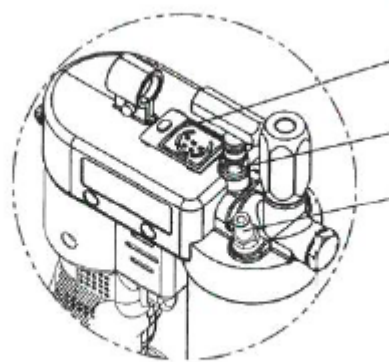

Fig. 4
1. Sätt påfyllningsnippeln i påfyllningspumpens utgång. Aktivera pumpen för att fylla cylindern. Stäng av pumpen när tryckstången har dragits ut cirka 20 cm. Se fig. 4.